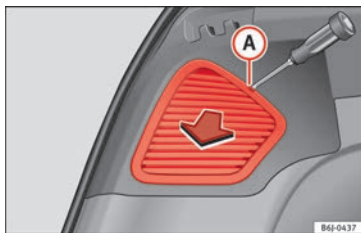

Bild 111 Ljus på sidan.
- Demontera locket med en platt skruvmejsel, placera den i skåran **A** » **bild 111**.